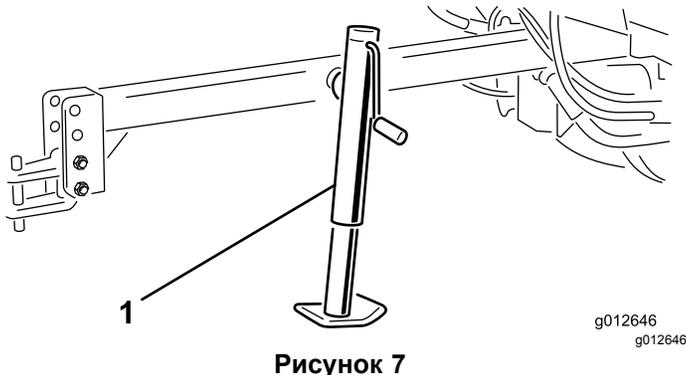

Рисунок 7
1. Установите домкрат на монтажную трубу дышла (Рисунок 7).
2. Совместите отверстия в домкрате с отверстиями в монтажной трубе и закрепите домкрат шплинтуемым штифтом (Рисунок 7).